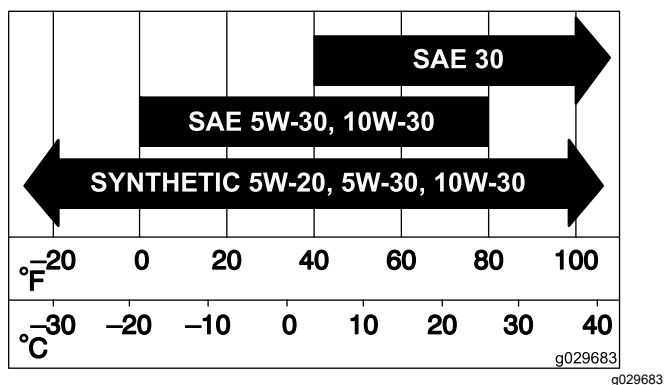

Figure 56
3. Ouvrez les dispositifs de verrouillage du filtre à air et détachez le couvercle du boîtier du filtre (Figure 56).
5. Sortez l'élément filtrant du boîtier du filtre avec précaution (Figure 56).
2. Introduisez le filtre dans son boîtier avec précaution (Figure 56).
3. Remettez en place et verrouillez le couvercle du filtre à air (Figure 56).